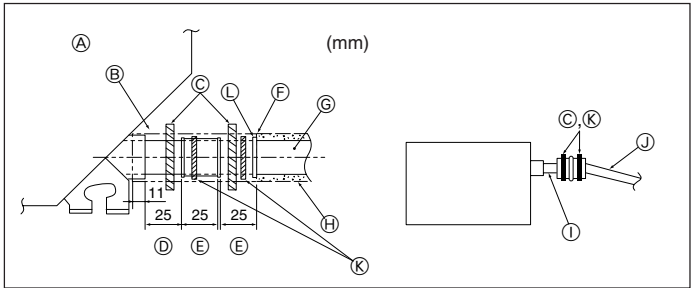

Fig. 3-5
- Conecte el tubo de desagüe (suministrado con la unidad) al orificio de desagüe. (Sujete el tubo con cinta aislante y asegure la conexión con una abrazadera.) (Fig. 3-5)